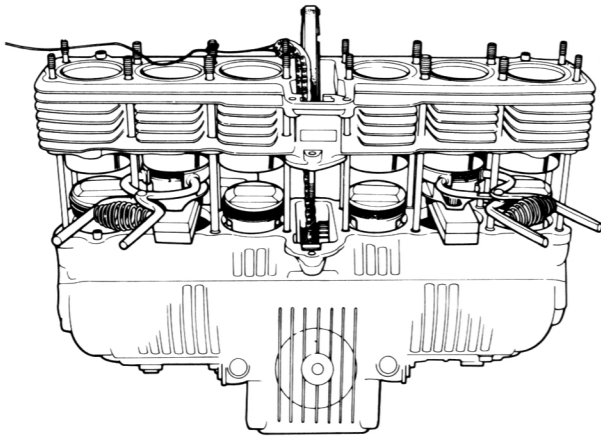

Bild 55
- Die Kolben Nr. 2 und Nr. 5 auf OT stellen und die Kolben mit den Pleuelstangen in die Zylinder einführen, evtl. unter Zuhilfenahme eines Kolbenringzusammendrückers (Nr. 07954-4220000, siehe Bild 55).